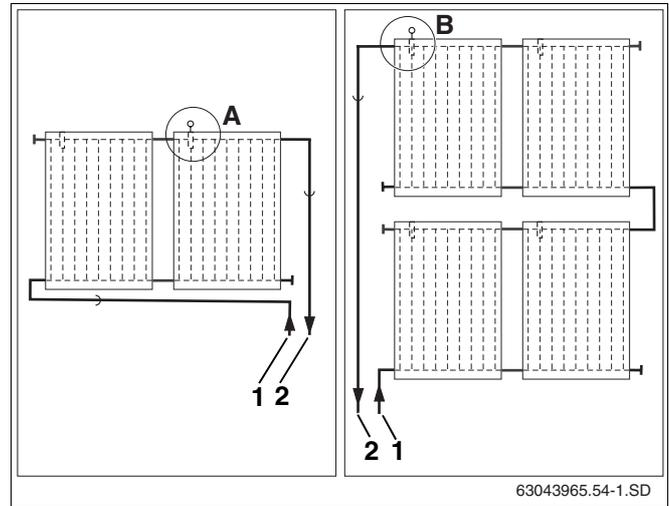

Abb. 32 Einbauort Kollektorfühler (schematische Darstellung)
Beachten Sie den Einbauort bei ein- bzw. zweireihigen Kollektorsystemen (Abb. 32).
Der Kollektorfühler muss im Kollektor mit der angeschlossenen Vorlaufleitung (Abb. 32, **Pos. 2**) montiert werden.
- Einbauort (Abb. 32, **Pos. A**) bei einreihigen Kollektorsystemen mit Vorlaufleitung rechts.
- Einbauort (Abb. 32, **Pos. B**) bei zweireihigen Kollektorsystemen mit Vorlaufleitung links.